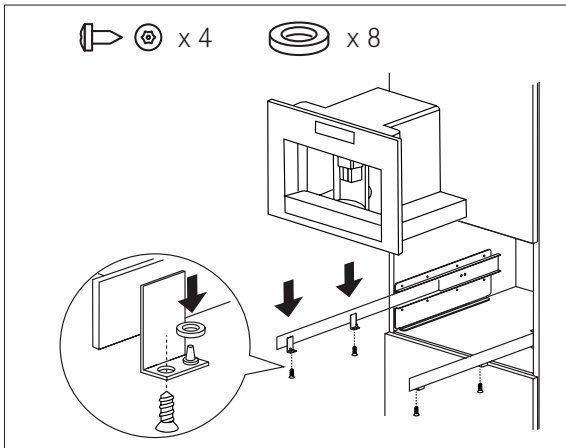

Abb. 5
- Positionieren Sie das Gerät auf den Schienen und achten Sie darauf, dass das Gehäuse ordnungsgemäß auf den Stiften sitzt. Schrauben Sie es dann mit den mitgelieferten Schrauben fest (Abb. 5). Muss die Höhe des Geräts korrigiert werden, verwenden Sie dazu die mitgelieferten Distanzscheiben.